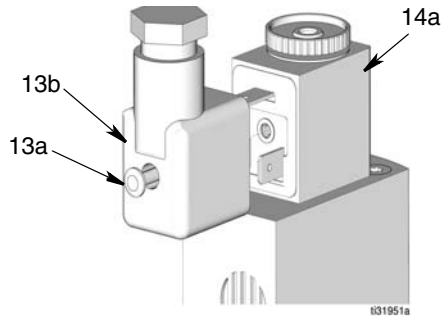

FIG. 10
14. Ricollegare il connettore DIN (13b) al connettore della valvola a solenoide (14a) (FIG. 10).
15. Serrare la vite (13a) sul retro del connettore mini DIN della valvola a solenoide (13b) (FIG. 10).